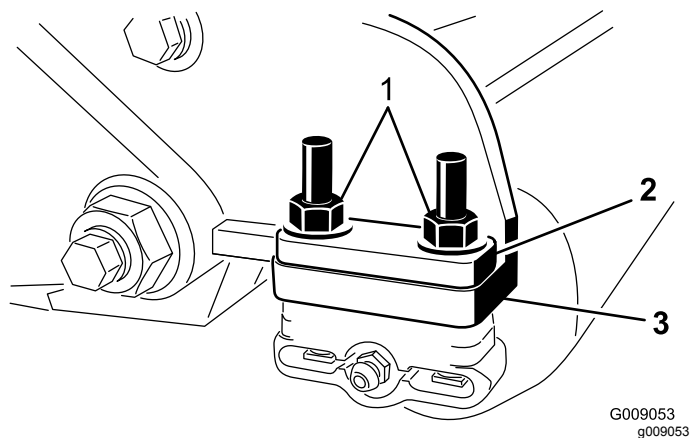

Рисунок 23
- Открутите две гайки крепления каждого кронштейна катка к боковым пластинам (Рисунок 23). Не выкручивайте болты.